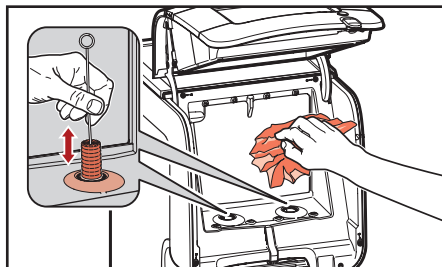

Fig. 5.9 - Limpiar el vano refrigerante
4. Limpiar la apertura del dosificador con un cepillo y el interior del vano refrigerante con un paño limpio y húmedo (fig. 5.9). Secar con un paño de papel limpio.